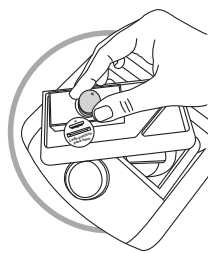

Figura 2
- 2- Substitua a bateria usada pela nova (conforme figura 2) e recoloca a tampa, girando-a no sentido horário até o travamento.